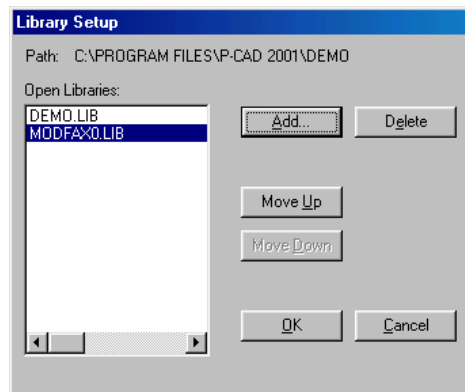

Рисунок 3.6 – Установка библиотек проекта
- ✓ Загрузите нужные библиотеки командой **Library Setup** (рис. 3.6), добавляя их имена в область **Open Libraries** после нажатия кнопки **Add**.